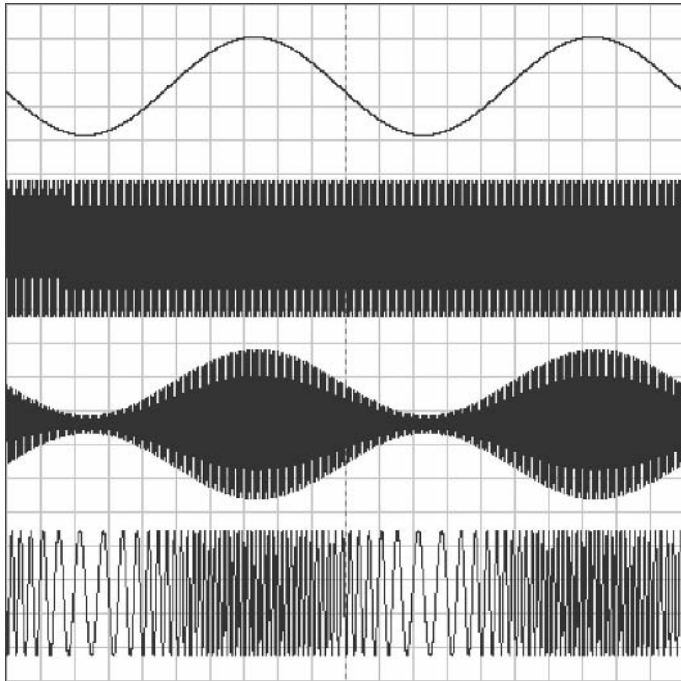

Figure 1.1
**Tentattoo** – C'est exactement ça. L'onde porteuse que constitue le signal RF peut être modifiée selon différentes méthodes. Nous parlerons rapidement des deux méthodes les plus connues, à savoir celle qui consiste à modifier son amplitude, et celle qui consiste à modifier sa fréquence. Dans le premier cas, nous avons affaire à la modulation d'amplitude AM (*Amplitude Modulation*), où l'amplitude du signal modulant BF fait varier l'amplitude de l'onde porteuse RF. Dans le second cas, nous avons affaire à la modulation de fréquence FM (*Frequency Modulation*), où l'amplitude du signal modulant BF fait varier la fréquence de l'onde porteuse RF. Voici en **figure 1.1** une copie d'écran d'un oscilloscope à quatre voies, avec des courbes qui montrent bien le processus de ces modulations : la première courbe (en haut) représente le signal modulant BF, qui est le signal utile que l'on veut transporter. La deuxième courbe représente un signal RF non modulé (onde porteuse) dont la fréquence et l'amplitude restent constantes, c'est le moyen de locomotion. La troisième courbe représente le signal RF modulé en amplitude par le signal BF, et la quatrième courbe (en bas) représente le signal RF modulé en fréquence par le même signal BF.